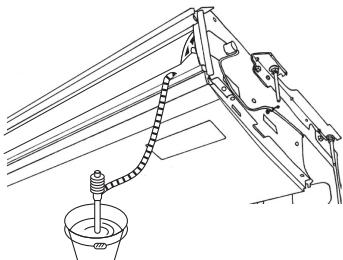

Fig. 5-3
- Vérifier que le système d'évacuation est correct. (Fig. 5-3)